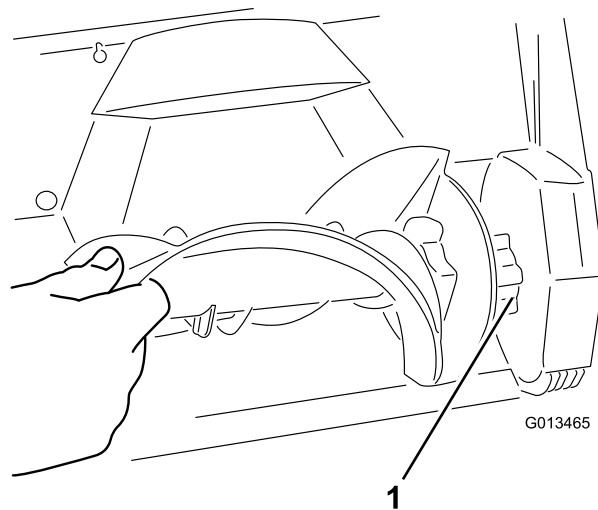

Figura 17
4. Montate il rotore nuovo inserendo l'estremità del rotore nell'attacco previsto nell'alloggiamento e girate il rotore finché non s'inserisce a fondo con uno scatto (Figura 17).